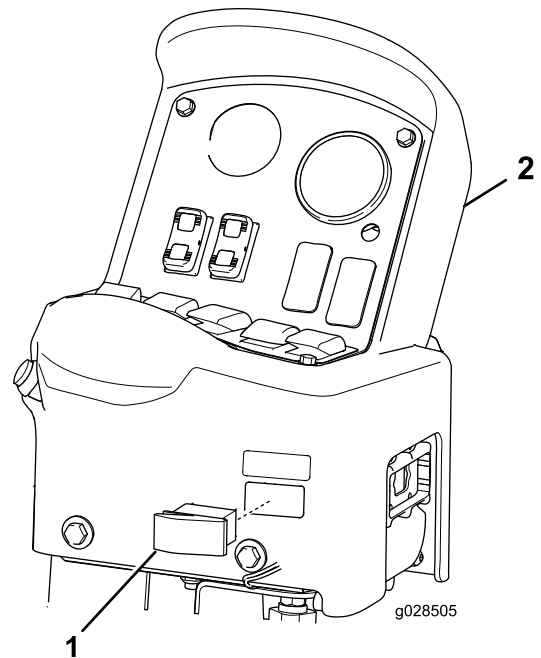

Figure 11
1. Retirez le commutateur à clé de la face inférieure droite de la console de commande (Figure 11).
3. Poussez l'interrupteur à bascule dans l'ouverture de la console de commande (Figure 11) jusqu'à ce qu'il s'enclenche en place.